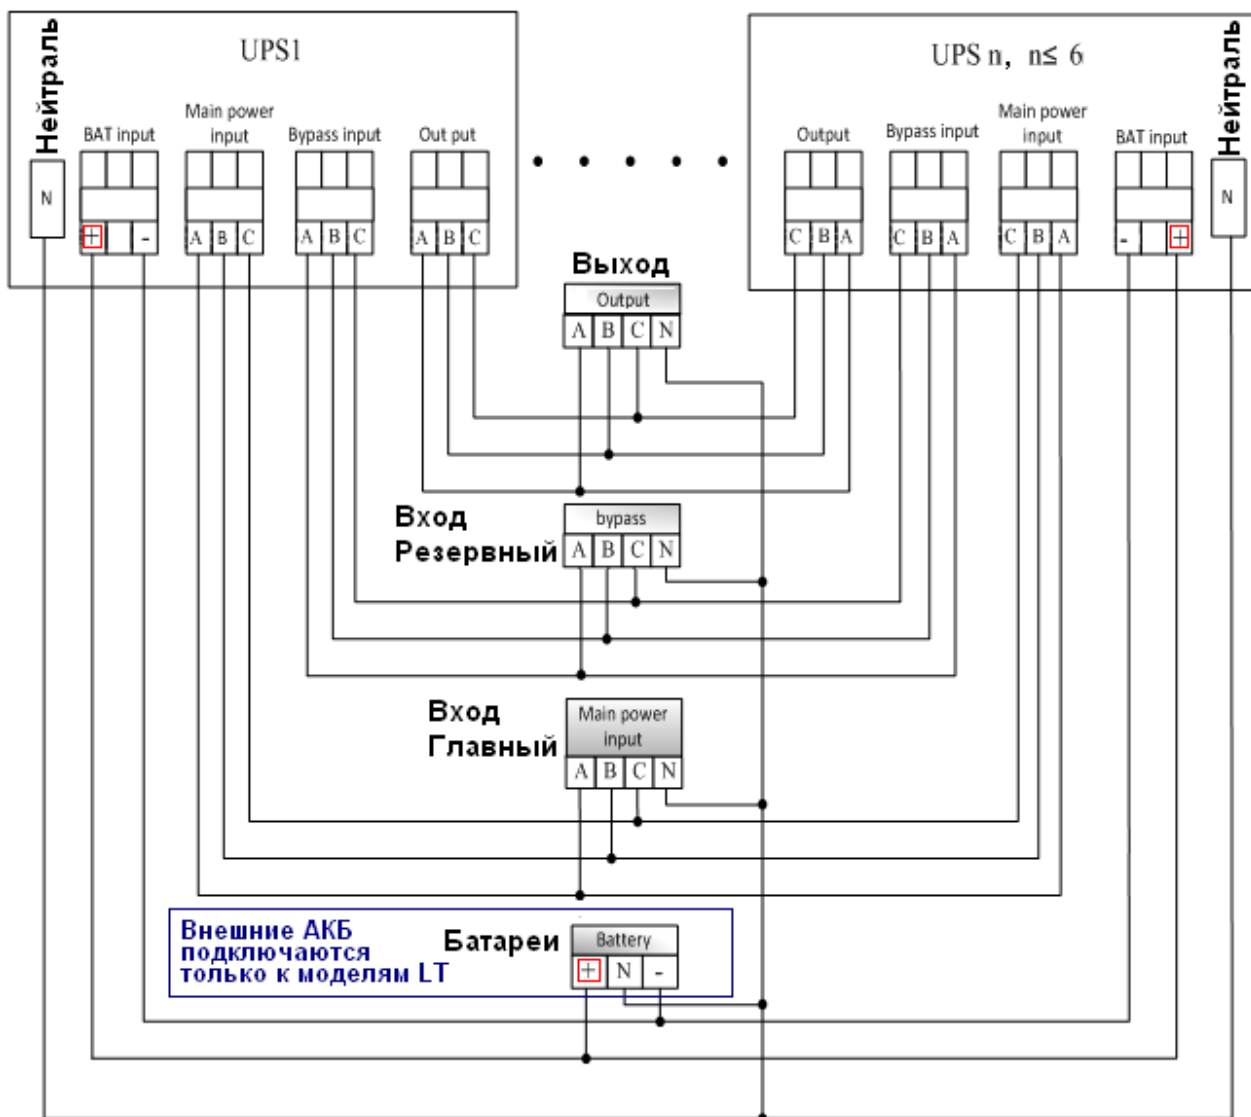

Рисунок 4.1 Схема подключений параллельной системы ИБП
1. Проверьте, что весь участок на котором ведутся работы обесточен. Установите все ИБП параллельной системы вблизи друг от друга. Длины всех кабелей должны быть эквивалентны и минимальны. Проложите кабели согласно рис. 4.1. Соедините эквивалентные терминалы всех ИБП кабелями согласно рисунка 4.1, подключите кабели главного входа, резервного входа, выхода и батарей ко всем ИБП, подготовленным для работы в параллели, согласно рисунка 4.1.